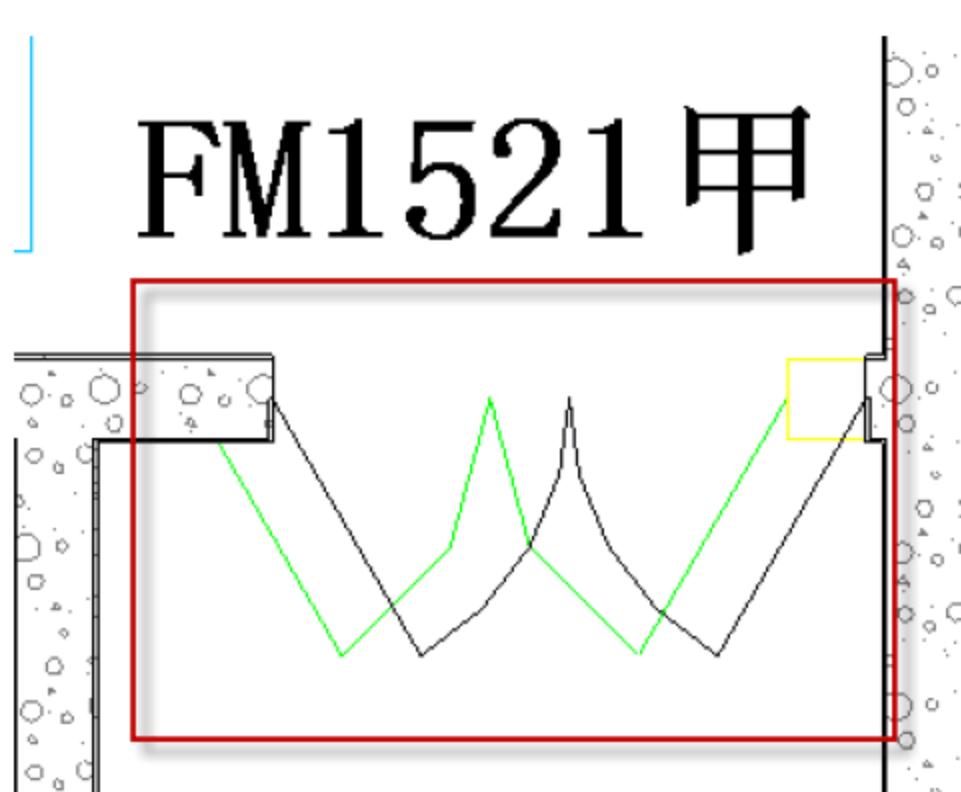

图 9.3.34 插入“FM1521 甲”族
(26) 插入“FM1521 甲”族。选择“建筑”→“门”命令（或者直接按快捷键 D+R），在相应的位置插入族，如图 9.3.34 所示。